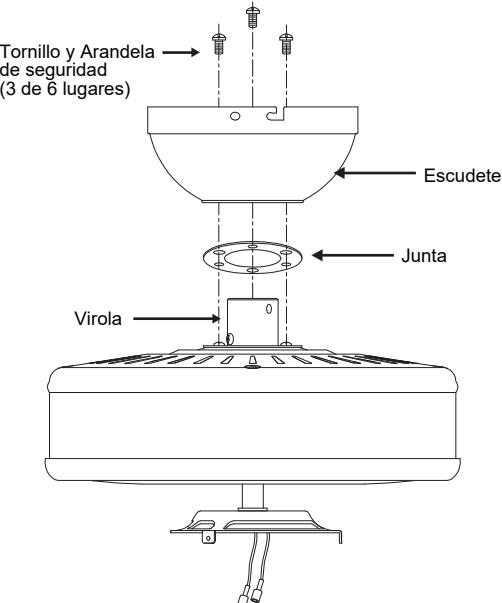

Fig. 8
**Paso 3.** Retire tres de los seis tornillos y arandelas de seguridad (de cada uno) de la virola del motor superior (**Fig. 8**)
**Paso 4.** Coloque el escudete para cielorraso y la junta sobre la virola en la parte superior del motor. Alinee los orificios de montaje con los orificios del motor y ajuste utilizando los tornillos y las arandelas de seguridad proporcionados (**Fig. 8**).
**Paso 5.** Ajuste bien los tornillos de montaje (**Fig. 8**).